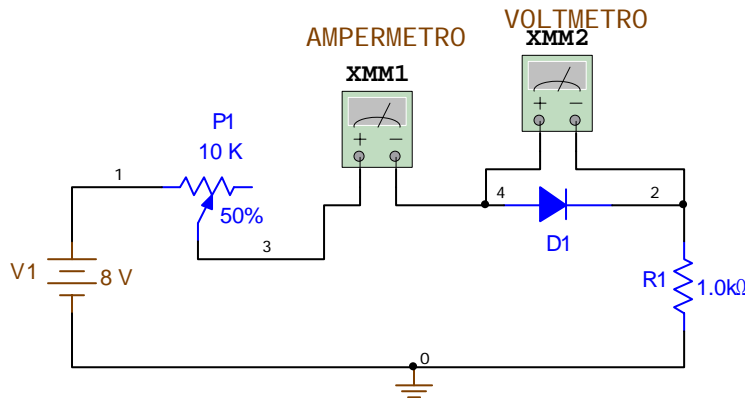

Figura 4.
- g) Arme el circuito de la figura 4, utilizando un diodo de Germanio.